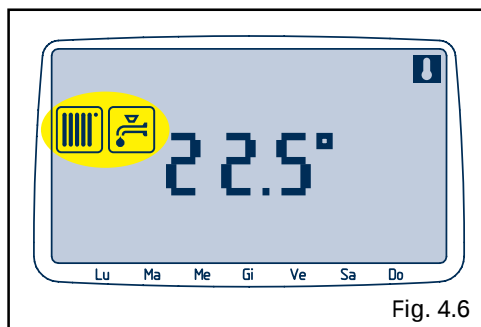

Fig. 4.6
- se encienden los indicadores sanitario  y calefacción  (fig. 4.6)
- acendem-se os indicadores circuito sanitário  e aquecimento  (Fig. 4.6)